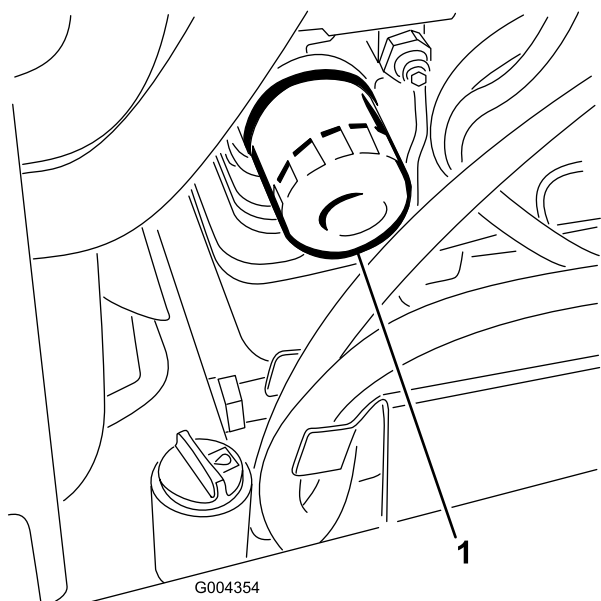

Рисунок 34
4. Извлеките старый фильтр (Рисунок 34) и протрите поверхность прокладки переходника фильтра.